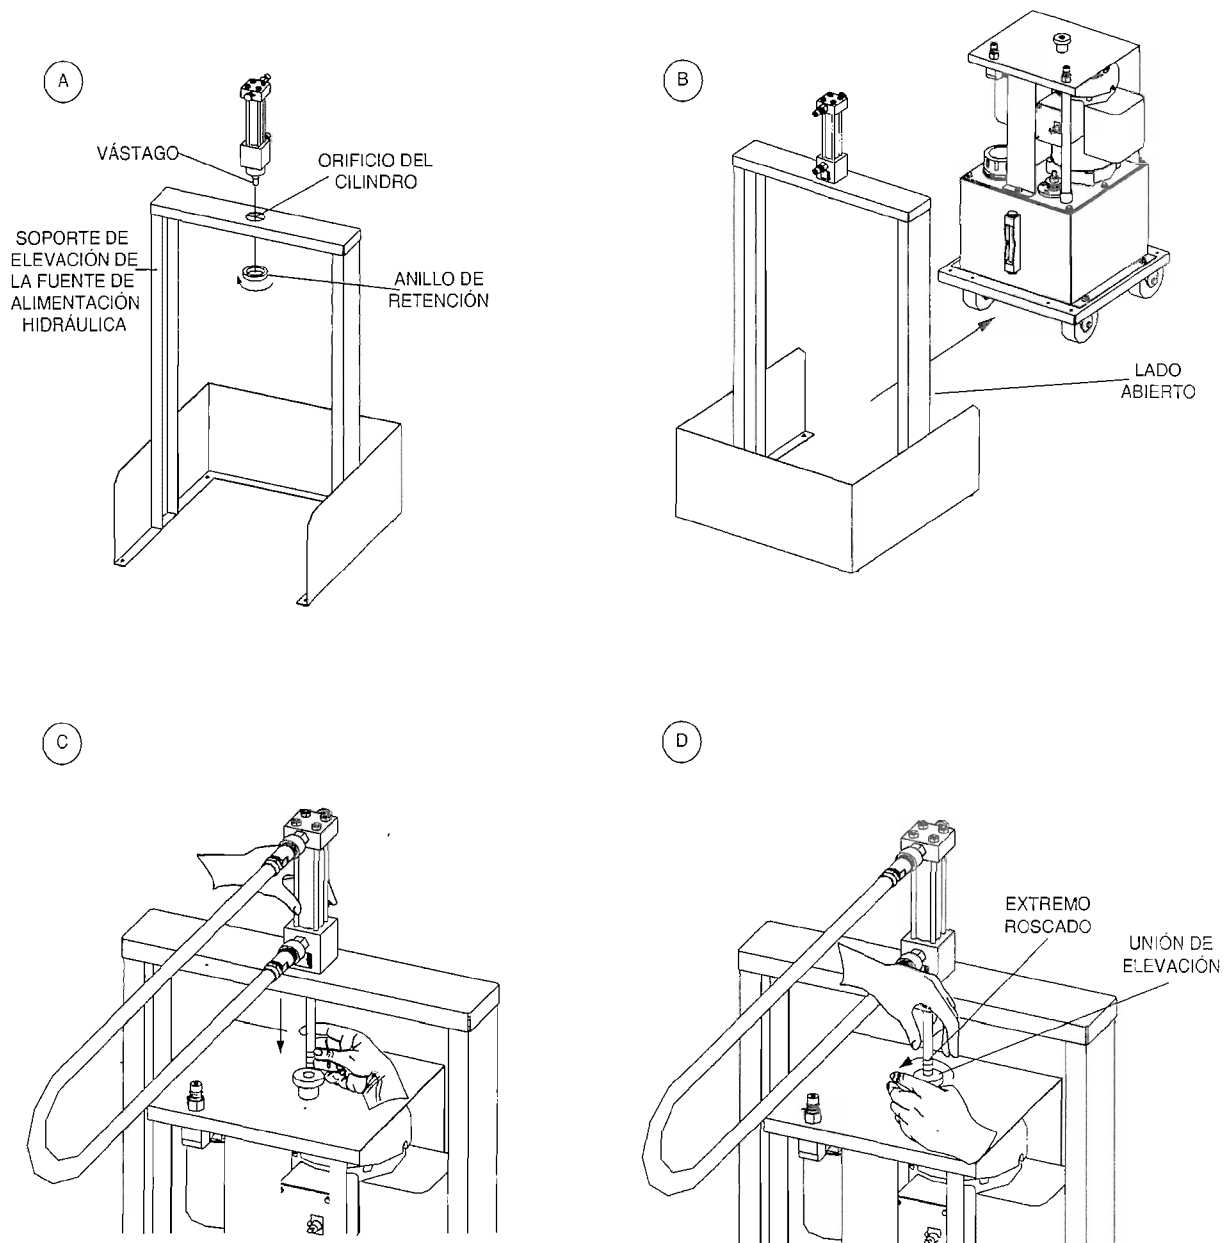

Figura 1-24. Instalación de la fuente de alimentación hidráulica.
- 5. Inserte el vástago del cilindro en el orificio del cilindro en el soporte de elevación de la fuente de alimentación hidráulica como se muestra en la Figura 1-24 a). Fije el cilindro al soporte de elevación, ajustando su anillo de retención en forma segura.
- 6. Asegúrese de que la fuente de alimentación hidráulica se encuentre cerca de la superficie de trabajo. Coloque el soporte de elevación sobre la fuente de alimentación hidráulica, con su lado abierto en la parte posterior de la fuente de alimentación hidráulica, como muestra la Figura 1-24 b).
- 8. Conecte los dos orificios del cilindro entre sí, empleando una de las mangueras extralargas que llenó con aceite. Lentamente estire el vástago del pistón del cilindro hasta que toque la unión de elevación en la fuente de alimentación hidráulica, como lo muestra la Figura 1-24 c).
- 9. Fije el cilindro a la fuente de alimentación hidráulica enroscando la unión de elevación en el extremo roscado del vástago del cilindro, como se muestra en la Figura 1-24 d). Después desconecte la manguera del cilindro.